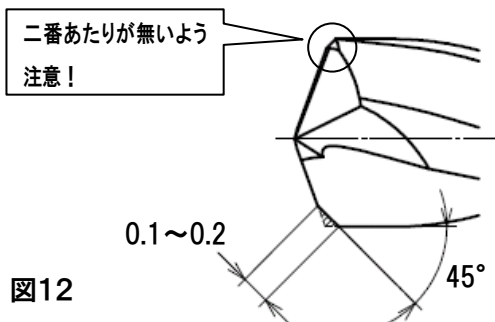

図12
- また、ドリルを回転させたときチャンファーに二番あたりが無いよう加工してください(図12)。